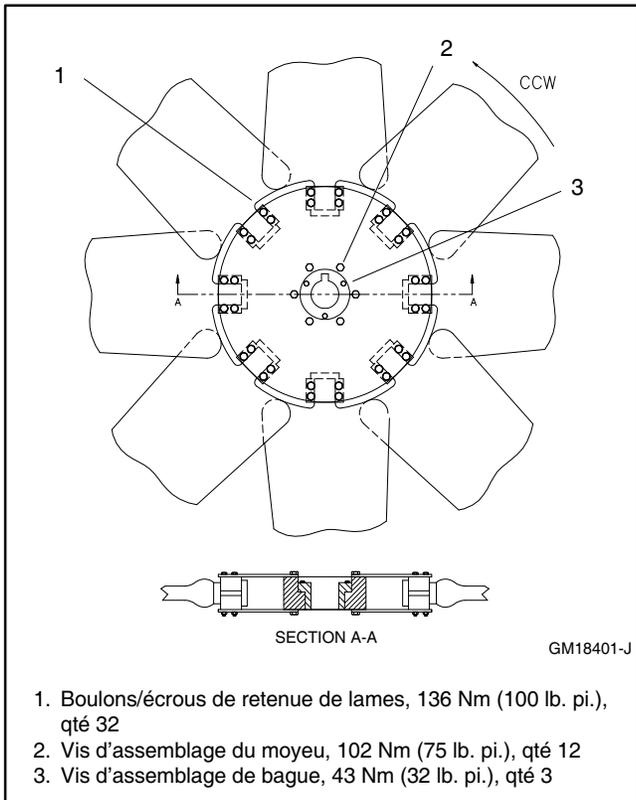

Figure 3-12 Emplacement de la quincaillerie du ventilateur et serrage
6. Resserrer les boulons/écrous (qté 32) de retenue de lames à 136 Nm (100 lb. pi.). Voir Figure 3-12.